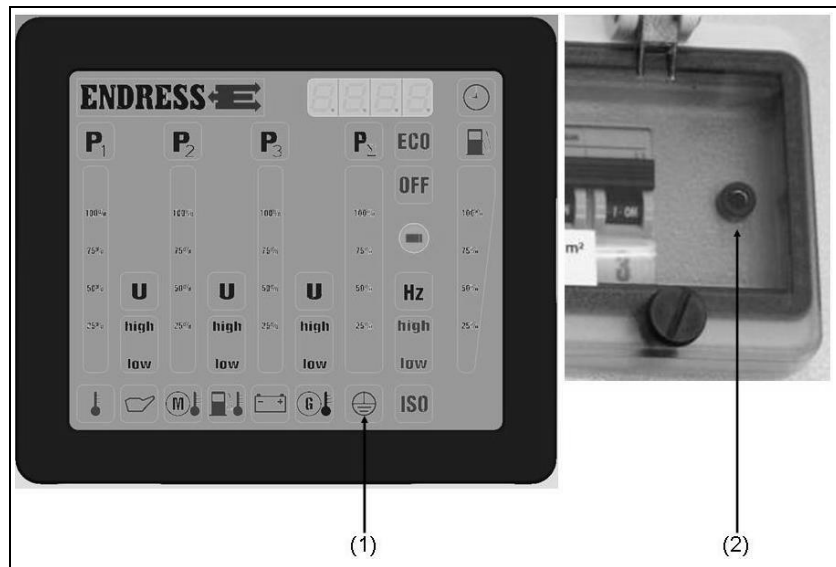

Fig. 4-5: Contrôle du conducteur de protection
1. Insérez le câble de contrôle dans la prise femelle (Fig. 4-5-(2)) .
Le voyant de contrôle (Fig. 4-5-(1)) de l'écran multifonction affiche le résultat :